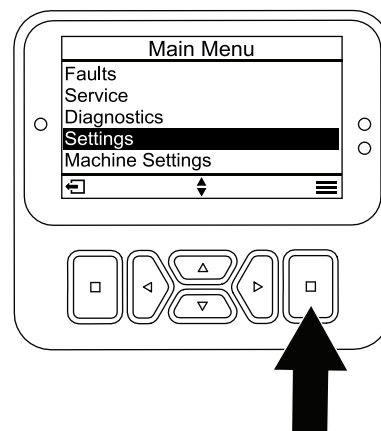

図 23
1. メインメニューから、設定メニューまで下にスクロールし、選択ボタン (図 23) を押します。